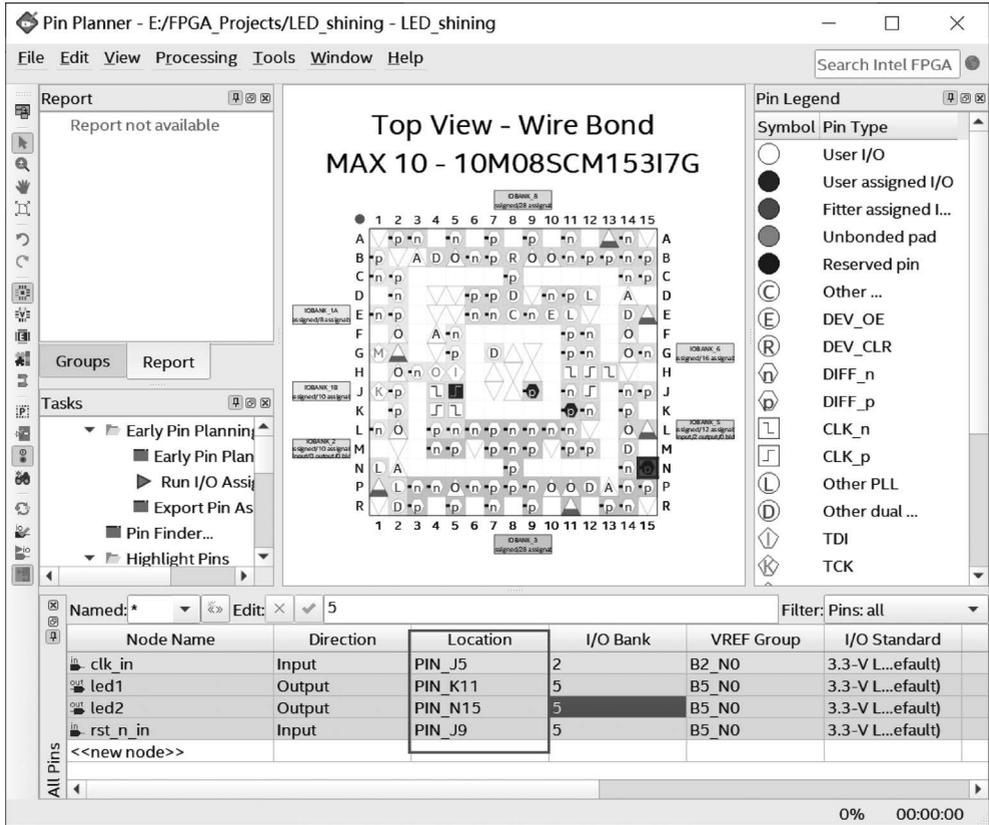

图 3.44 Quartus Prime 引脚分配页面
(4) 选择菜单栏中的 Assignments→Pin planner 选项,或单击工具栏中的 Pin planner 图标,进入引脚分配界面。在 Pin Planner 页面中将所有端口分配对应的 FPGA 引脚,Quartus Prime 引脚分配页面如图 3.44 所示,然后关闭(自动保存)。